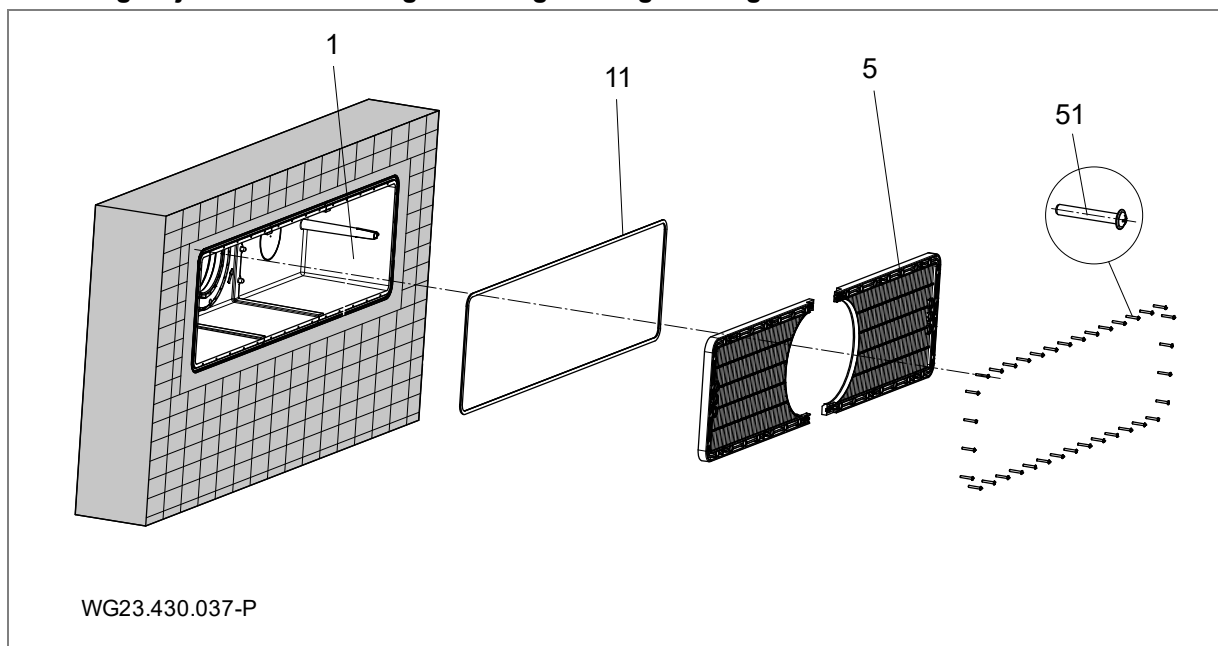

Fig. 8
For tetning av betongveggen anbefales det å opprette en omløpende ring av epoksidharpiks/kvartssand på bassengsidens yttervegg på huset (1). Se "Fig. 8" side 17.